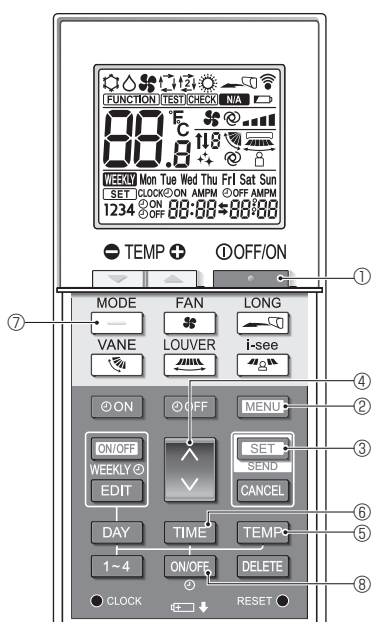

Fig. 7-9
1. Appuyez sur la touche ● ① pour arrêter le climatiseur.
2. Appuyez sur la touche MENU ②. L'écran Réglage des fonctions s'affiche et le n° de la fonction ③ clignote. (Fig. 7-9)